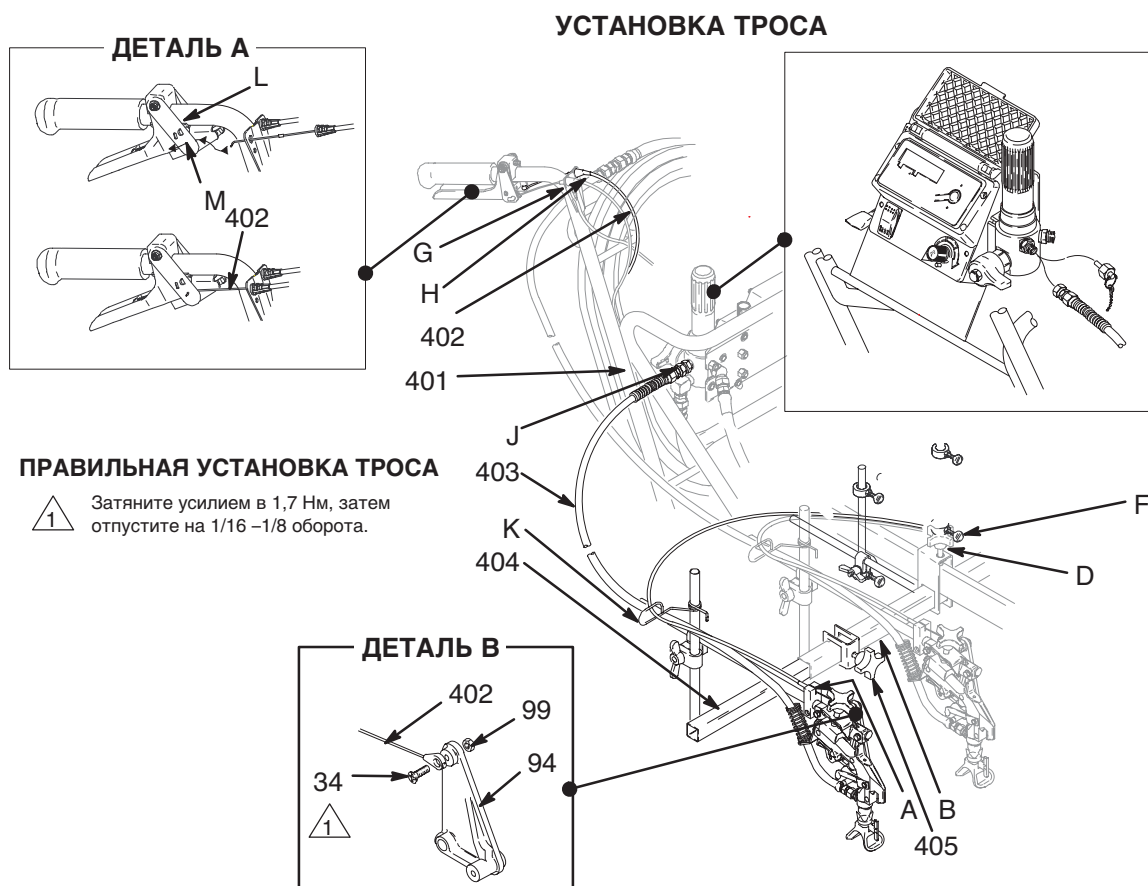

Рис. 2
Чтобы снизить риск травмы от инъекции при случайном дистанционном включении распылителя, обязательно отсоединяйте трос пускового механизма от блока перед работой с распылителем. См. Рис. 2, деталь А. **ПРИ ОТСОЕДИНЕНИИ ТРОСА ПРОИСХОДИТ КРАТКОВРЕМЕННОЕ ВКЛЮЧЕНИЕ РАСПЫЛИТЕЛЯ!** Перед извлечением распылителя из держателя поставьте распылитель на предохранитель.
**ПРИМЕЧАНИЕ:** На Рис. 2, где показан монтаж второго (внешнего) распылителя на тележке со стороны насоса, представлен этап 3 установки.
2. Ослабьте зажимы каретки (D). Сдвиньте штангу каретки (B) в сторону от тележки.
3. Установка штанги второго распылителя на тележке со стороны насоса: Наденьте зажим (405) на штангу каретки (B), как показано на Рис. 2. Вставьте штангу каретки в зажим каретки (D) со стороны насоса и продвиньте ее к центру тележки. Затем наденьте второй зажим (405) на штангу каретки.
4. Вдвиньте штангу каретки (B) в противоположный зажим каретки. Затяните зажимы каретки (D).
5. Вдвиньте штангу второго распылителя (404) в штангу каретки так, чтобы ее можно было закрепить зажимом (405). Разместите зажимы (405) над метками на штанге каретки (B) и затяните их.
**ПРИМЕЧАНИЕ:** Для стабильной работы распылителей штангу второго распылителя (404) рекомендуется выдвигать из штанги каретки на длину не свыше 286 мм.
6. Отсоедините трос пускового устройства от второго распылителя в месте крепления его винтом (34). См. Рис. 2, деталь B.
7. Отвинтите второй колпачок выхода фильтра (J). Навинтите шланг (403) на штуцер фильтра.
8. Удалите винт зажима направляющей (F).
9. Вставьте втулку троса (H) в плату переключателя (G). Расположите трос пускового механизма (402) параллельно тросу основного распылителя, при этом раскройте зажим направляющей (F), чтобы пропустить трос через него. Установите и затяните винт зажима направляющей (F). Протяните трос через направляющую троса (K) ко второму распылителю.
10. Пропустите изогнутый конец троса (402) через отверстие (M) в плате переключения распылителя (L). Поверните изогнутый конец и пропустите его назад, чтобы закрепить его к плате. См. Рис. 2, ДЕТАЛЬ А.
11. Снова подсоедините трос пускового устройства ко второму распылителю в месте крепления его винтом (34). Затяните винт усилием в 1,7 Нм, затем отпустите его на 1/16–1/8 оборота и затяните контргайку (99), удерживая винт (34). Убедитесь, что плата (94) движется свободно.
12. Установите скобу (401), крепящую трос к раме.